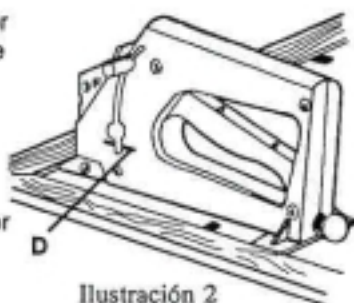

Ilustración 2
2. Inserte las puntas en la ranura en el cargador (C) y suelte la perilla del seguidor, de modo que pueda aplicarle presión a la pila de puntas. Ilustración 2.
3. Recargue las puntas cuando la perilla del seguidor llegue a la posición RELOAD (D) (Recargar). Hay 100 puntas por pila y 3,000 por caja.